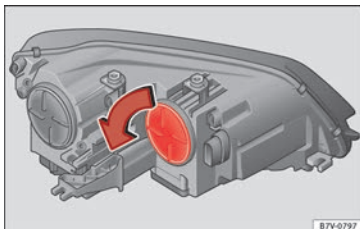

Fig. 107 En el vano motor: cubierta del intermitente.
2.	Gire la cubierta » fig. 107 en el sentido de la flecha y extráigala.
7.	Gire la cubierta » fig. 107 hasta el tope en sentido contrario al de la flecha.